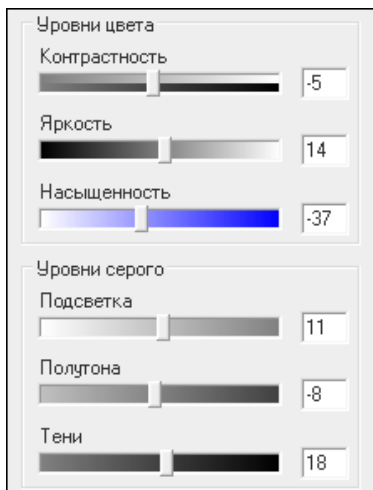

Рис. 10. Уровни цвета/серого
нов и теней серого. Щелкните **Инструменты** на вкладке «Цветовая коррекция» и выберите **Уровни цвета/серого**, чтобы открыть диалоговое окно этого инструмента (см. рис. 10).
1. Щелкните **Инструменты** > **Уровни цвета/серого** на вкладке «Цветовая коррекция». При этом откроется диалоговое окно «Уровни цвета/серого» (см. рис. 10).